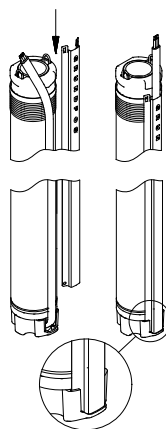

Fig. 9
2. Placér kabelbeskytteren i indhakket i kabelstikket. Kabelbeskytterens to flige skal gå i indgreb med den øverste kant af pumpesvøbet. Se fig. 9.